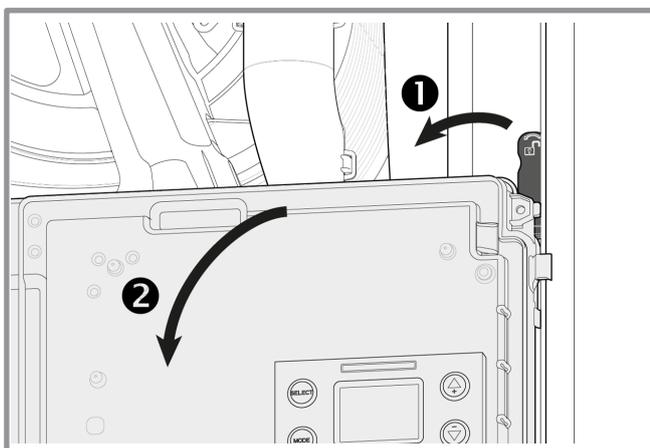

figure 32 - Basculement du coffret électrique
- Pivoter le coffret électrique (figure 32),
- Débrancher le tube d'évacuation des condensats (1).